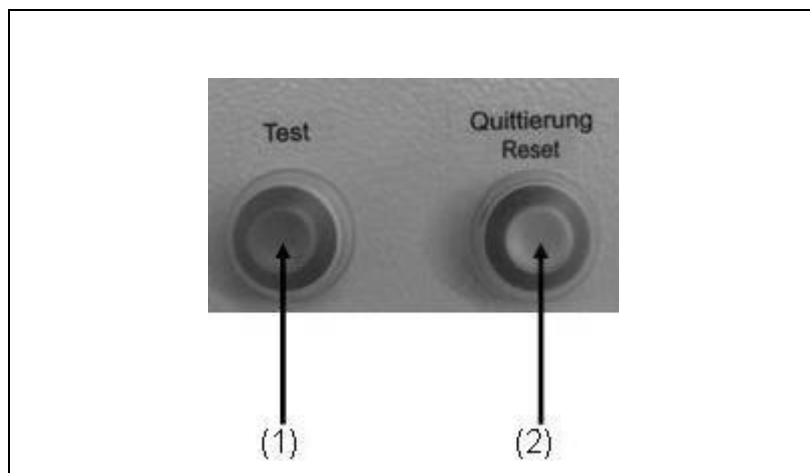

Abb. 5-3: Isolationsüberwachung mit E-MCS 4.0
2. Drücken Sie den Testknopf (siehe Abb. 5-3-(2))
3. Nach der Überprüfung muss der Reset-Taster (siehe Abb. 5-3-(1)) gedrückt werden um das Gerät wieder zu betreiben.
2. Nach dem Abschalten und Abstecken des Verbrauchers muss der Reset-Taster (siehe Abb. 5-3-(1)) gedrückt werden um das Gerät wieder zu betreiben.
3. Drücken Sie den Testknopf (siehe Abb. 5-3-(1))
Druckschalter (Abb. 5-3-(1)) drücken bis er einrastet (LED leuchtet grün).